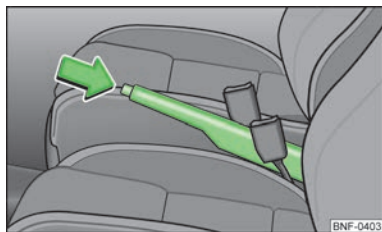

Fig. 64
▶ Trageți puțin în sus maneta frânei de mână și apăsați **simultan** butonul de blocare » fig. 64.